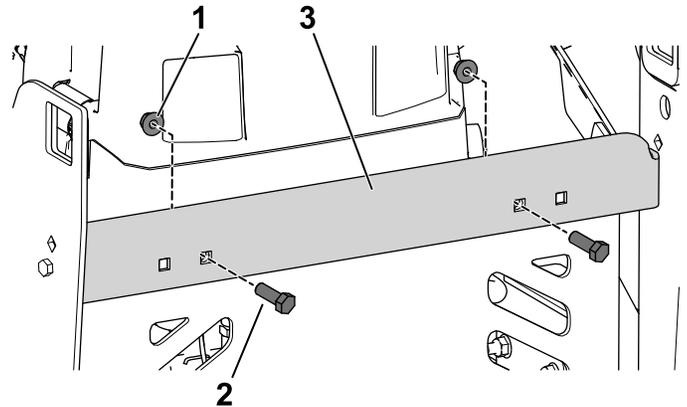

Figura 15
2. Sujete el travesaño al protector trasero con 2 pernos de cabeza hexagonal (5/16" x 7/8") y tuercas con arandela prensada (Figura 15).